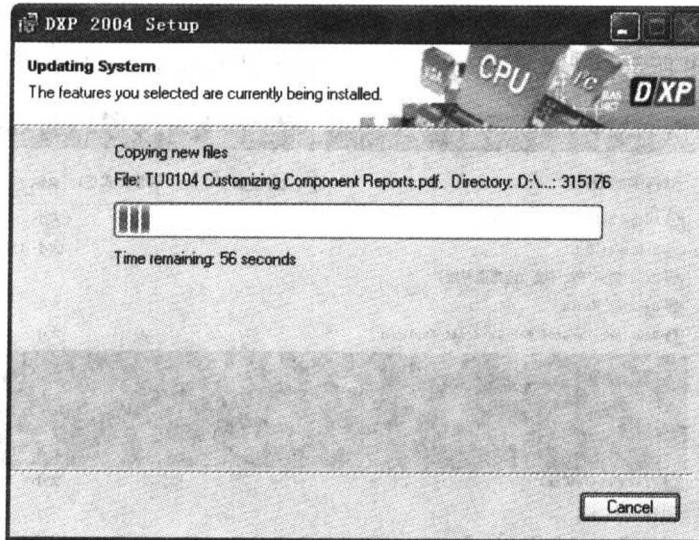

图 1-6 安装进度提示
7) 再单击【Next】按钮之后，就将进入图 1-6 所示的安装画面了。由于系统需要复制大量文件，所以用户需要等待几分钟。